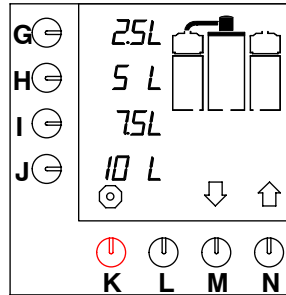

Fig. 8 Schermo iniziale
- Si accende la spia luminosa dell'interruttore. Sullo schermo vengono visualizzate le impostazioni standard, vedere fig. 8.